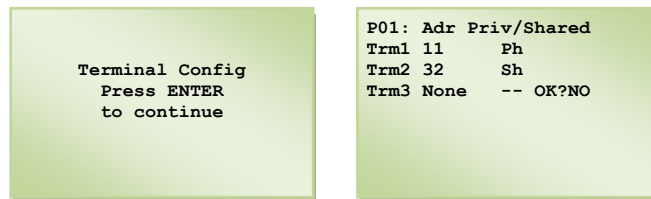

Рис. 13
- используя клавиши **UP** и **DOWN**, выбрать экраны, показанные на рис.13;
Поле P: xx показывает адрес выбранной платы; в примере на рис.13 выбран параметр P12. Для выхода из процесса конфигурирования и сохранения информации выбрать «OK?» и «Yes», нажать **ENTER** для подтверждения.